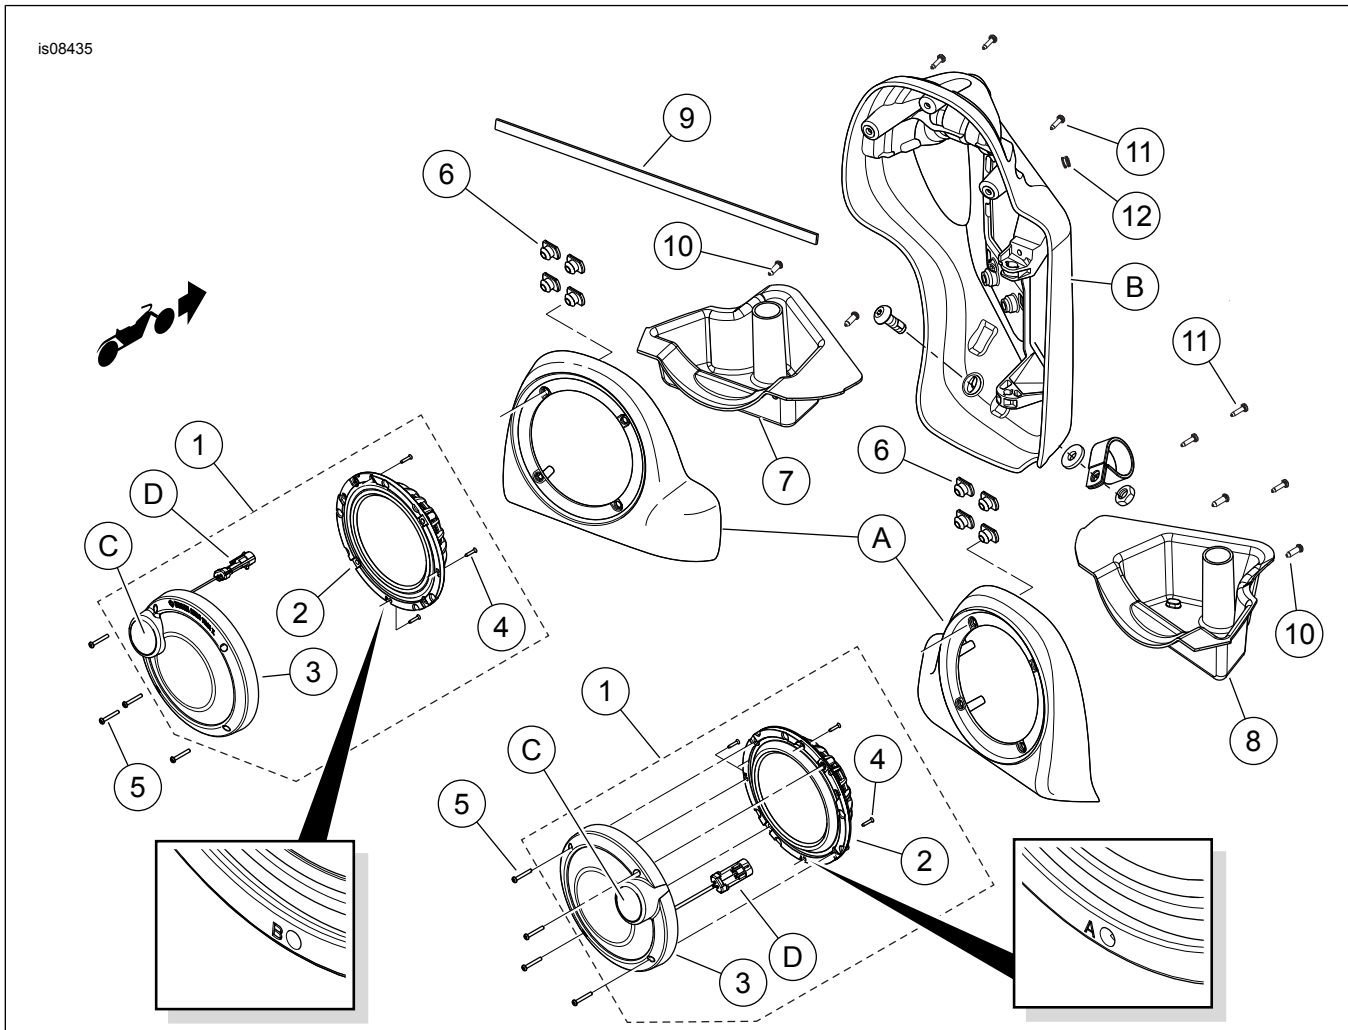

Figure 12. Pièces de rechange, kit de haut-parleurs de carénage inférieur Boom! Audio Stage II
Pour faciliter le montage, poser d'abord les vis (voir Figure 12, article 10) dans l'enceinte sans le plateau. Déposer les vis.
15. Voir Figure 12. Séparer l'œillet fendu (12). Installer l'œillet autour de la branche de faisceau. L'installer dans le trou percé du carénage.
19. Voir Figure 12. Attacher les connecteurs de fil de haut-parleur à l'intérieur de l'enceinte de haut-parleur aux bornes embrochables à l'arrière du **nouveau** haut-parleur de graves. Les contacts embrochables de différentes tailles permettent d'éviter tout branchement incorrect.
20. Raccorder le connecteur audio à deux fiches du faisceau d'amplificateur au connecteur du médian et du Tweeter (D).
21. Tourner l'ensemble de haut-parleur (1) de façon que le haut-parleur d'aigus (C) soit à 45 degrés du sommet, vers l'extérieur.
22. Installer l'ensemble de haut-parleur sur l'enceinte de haut-parleur avec les quatre vis (5) du kit.